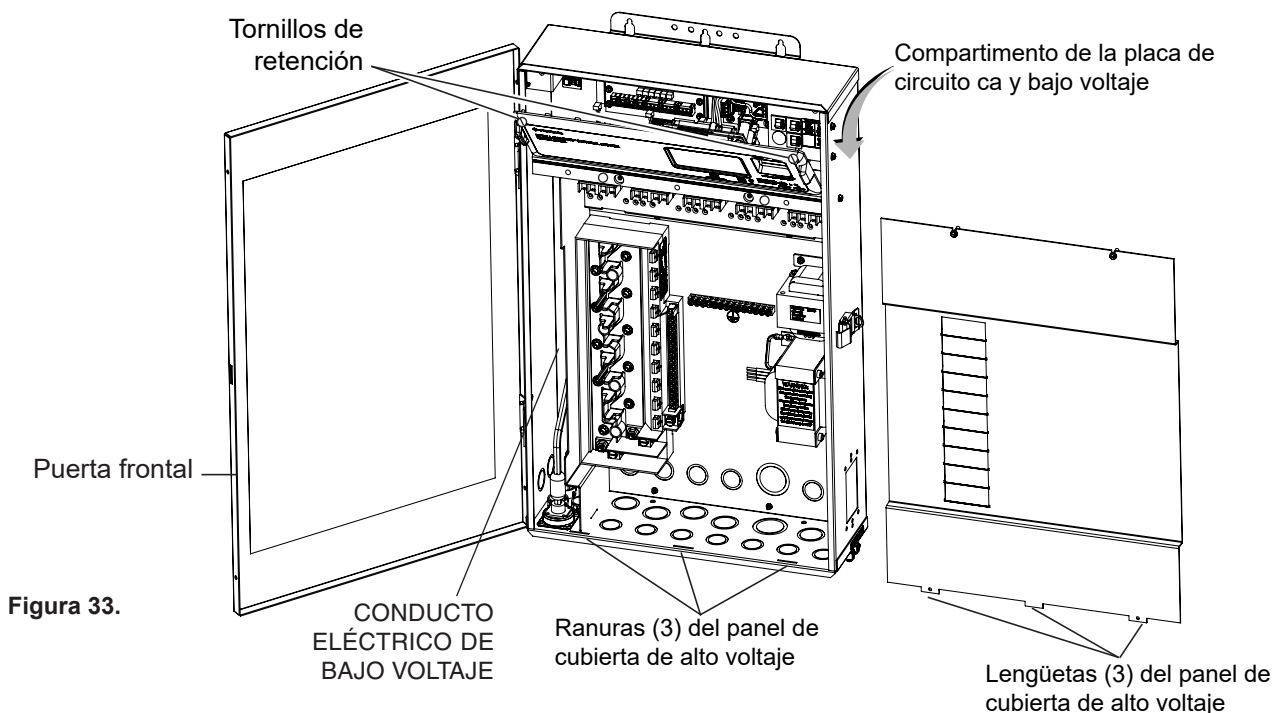

Figura 33.
2. Abra el pestillo de la puerta frontal y abra la puerta frontal. Quite los dos tornillos de retención del panel de la cubierta de alto voltaje y quite el panel. Ver **Figura 33**.
9. Asegure el panel con los dos (2) tornillos de retención. Cierre la puerta frontal y asegúrela con el pestillo. Ver Figura 33 en página 35.